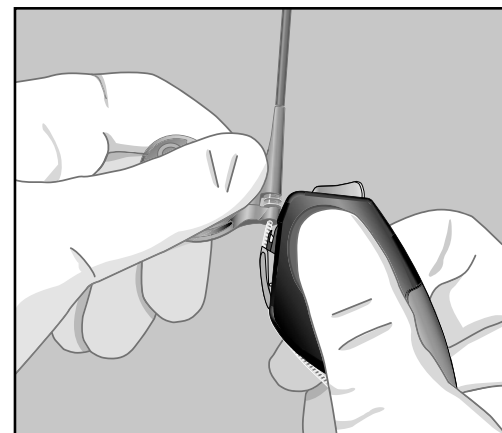

Fig. 4: Håll slitsverkyt i nivå med kateterhandtaget. Dra katetern parallellt med kanten på slitsverkyt mot kniven.
**Anvisning:** Kontrollera vid användning av slitsverkyt att införingskatetern rör sig i rät linje mot slitsverkyt (Fig. 4). Om användningen av slitsverkyt kräver mycket stor kraft, eller vid andra tecken på problem vid öppnandet av katetern, gör ett nytt snitt eller kläm fast elektroden igen eller byt ut slitsverkyt och fortsätt.